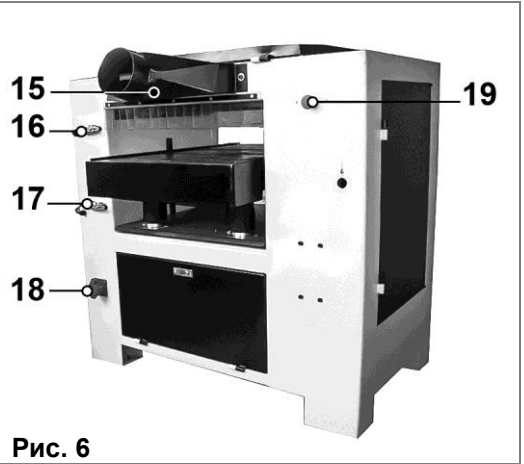

Рис. 6
7.2. Сборка станка (Рис. 6 - 7)
- нажатием красной кнопки **аварийного отключения** (19) (Рис. 6) разомкнуть контакты KM1, KM2, KM3;
- отключением подключающего разъёма станка (18) (Рис. 6).